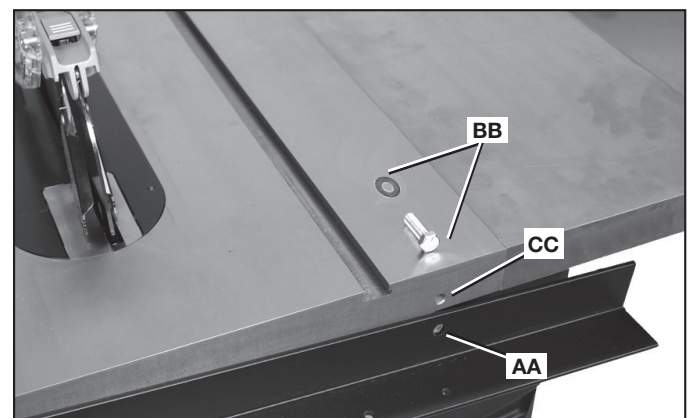

FIG. 12
1. Alinee los dos orificios que no están avellanados (uno se muestra en (AA), Fig. 12) del riel trasero con los dos orificios que están en el borde trasero del banco de la sierra.
2. Coloque las arandelas de bloqueo de (3/8 pulgada) en los dos tornillos largos de cabeza hexagonal de 3/8-24 x 31,2 mm (1-1/4 pulg). (Los artículos de ferretería se muestran en (BB), Fig. 12).
3. Coloque los tornillos en los dos orificios del riel y enrósquelos en los dos orificios roscados (uno se muestra en (CC) Fig. 12) del banco de la sierra, PERO AÚN NO LOS AJUSTE POR COMPLETO.
**Consulte el recuadro en la Fig. 12 para ver la sección transversal que muestra cómo verificar la nivelación.**